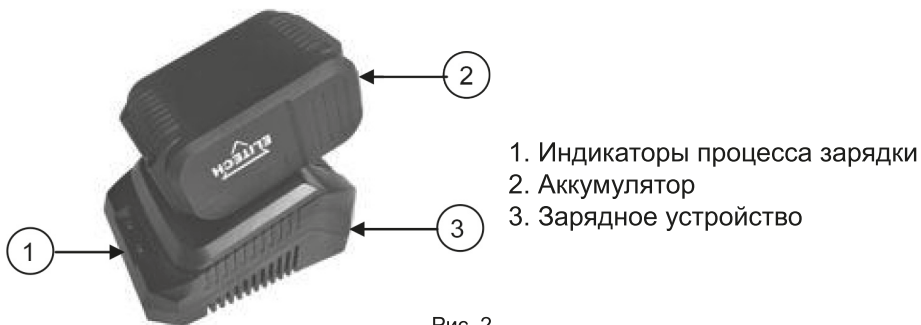

Рис. 2
- Подключите зарядное устройство (Рис. 2) к электросети. Зеленый световой индикатор начнет мигать.
- Вставьте аккумулятор в зарядное устройство 3 (Рис. 2)
- Извлеките аккумулятор 2 (Рис. 2) из устройства, нажав на кнопку разблокировки аккумулятора и потянув аккумулятор из устройства.